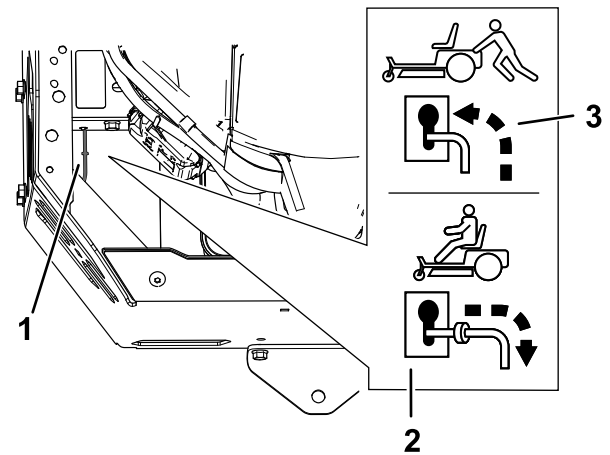

Figura 27
4. Mueva las palancas de desvío hacia delante a través del orificio y hacia abajo para bloquearlas en esa posición (Figura 27).
Mueva las palancas de desvío hacia atrás a través del orificio y hacia abajo para bloquearlas en esa posición, según se muestra en Figura 27.